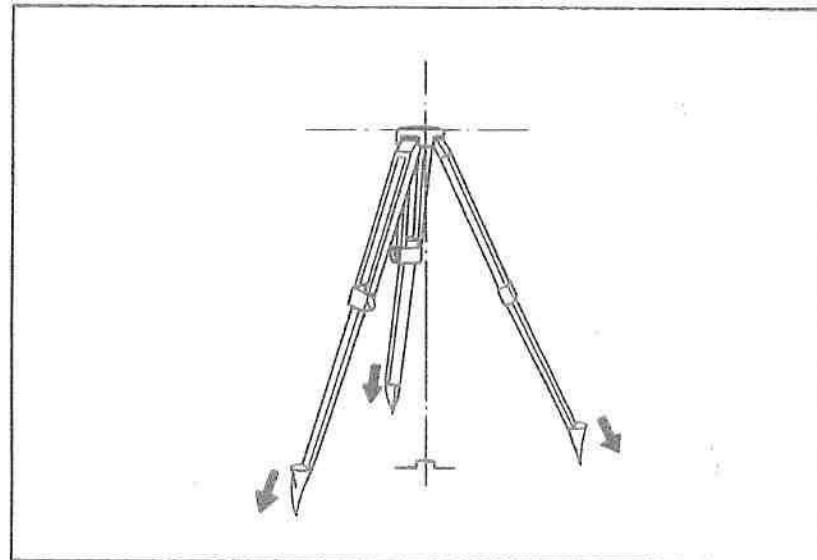

図7
②地上の測点が脚頭中央の穴のほぼ中心にあり、なおかつ、脚頭の表面ができるだけ水平(±5°程度)になるように設置します。石突きは十分に踏み込んで下さい。(図7)